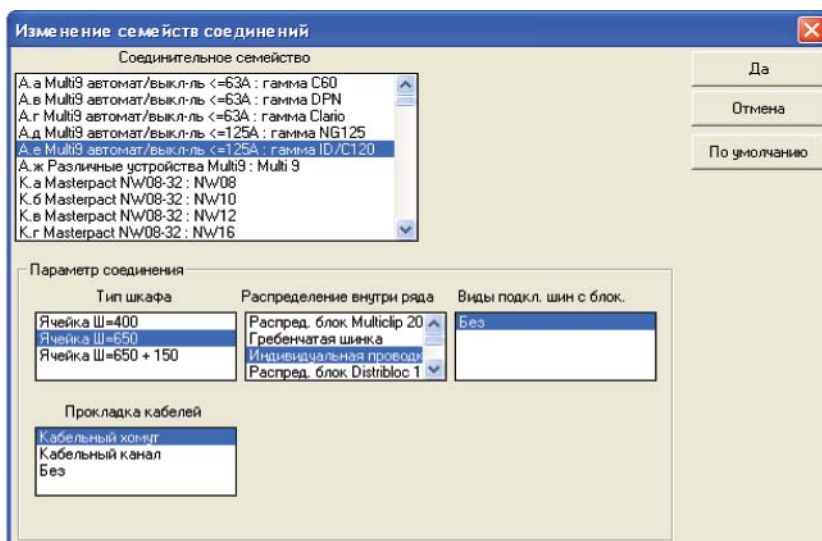

Рис. 108
- 24) Переходим к модульным автоматическим выключателям серии Multi9. Начнем с выключателя C120. Запускаем команду **Настройки→Стандартные соединения и сборки**. Находим в списке устройств Multi9 автомат/выключатель $\leq 125A$: гамма ID/C120 (рис. 108). Задаем все настройки и нажимаем “Да”.